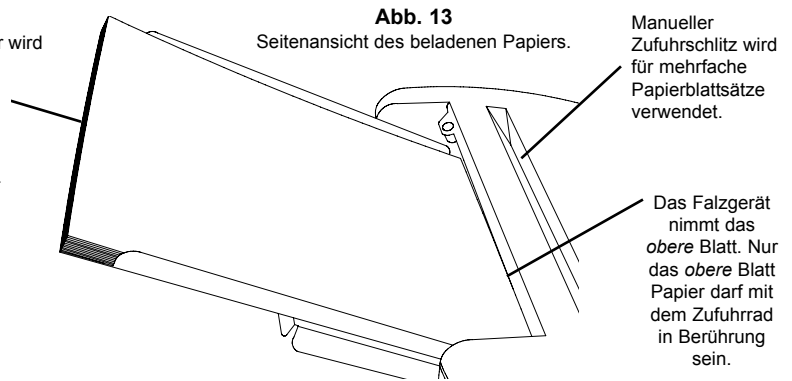

Abb. 13
3. Legen Sie das Papier in den manuelle Zufuhrschlitz auf der Oberseite des Geräts (wie in Abb. 13 und 14 gezeigt). **Legen Sie nicht mehrfache Blattsätze in den Zufuhrtisch, es erfolgt sonst ein Papierstau.**